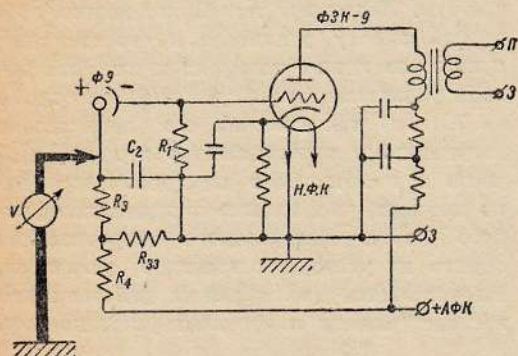

Рис. 2. Вольтметр «V» типа «ДВИ» со шкалой 0—30—300 в дает неправильные показания при измерении напряжения на аноде фотоэлемента
1. Предположим, что мы хотим измерить то напряжение, которое подводится к аноду фотоэлемента. В этом случае обычно «плюс» прибора соединяют непосредственно с анодом фотоэлемента, а «минус» с землей, т. е. минусом высокого напряжения (рис. 2). А так как на анод фотоэлемента подается напряжение около 240 в, то мы испытываем участок включаем к клеммам прибора «+» и «+ 300».
Происходит это по следующей причине. При включении вольтметра, как указано на рис. 2, мы этим самым уменьшаем сопротивление анодной цепи фотоэлемента (вольт-